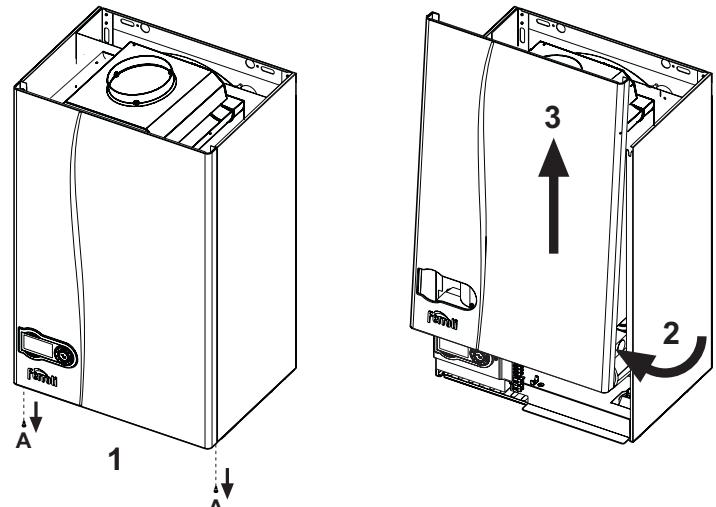

fig. 21 - Démontage de l'habillage
- Dévisser les vis A (voir fig. 21).
- Faire pivoter l'habillage (voir fig. 21).